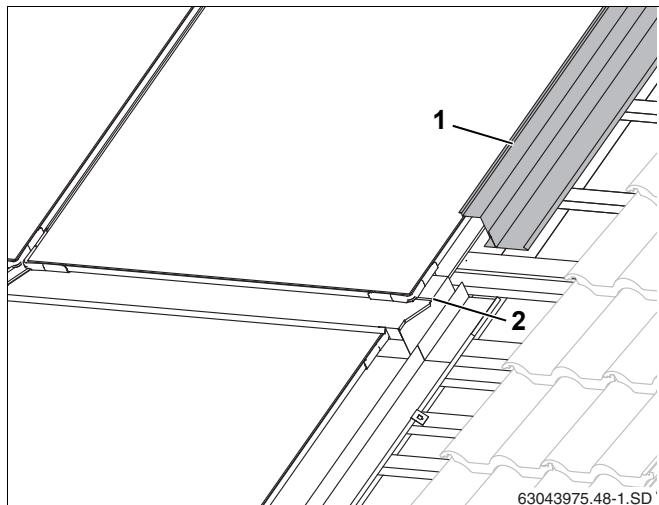

Рис. 55 Верхний правый накладной лист
- ▶ Верхние боковые накладные листы (рис. 55, **поз. 1**) смонтируйте так же, как нижние (Глава 10.2 "Боковые накладные листы").
- ▶ Сдвиньте боковые накладные листы на фальц среднего накладного листа (рис. 55, **поз. 2**).